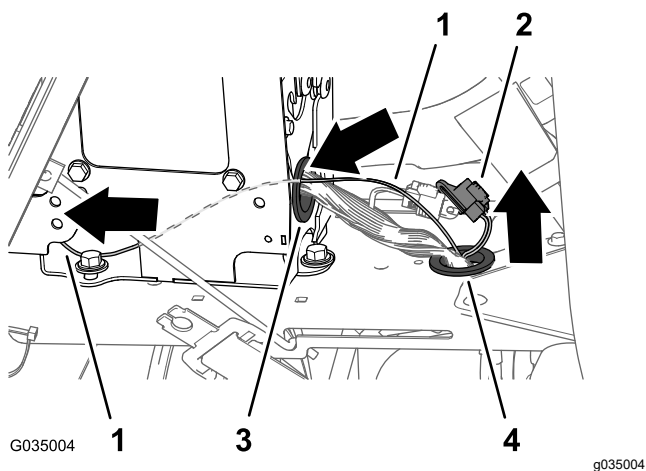

Figura 114
4. Enrute la rama de 81 cm (32") del arnés de cables trasero junto al arnés de cables delantero y hacia arriba por el anillo de goma del hueco de la consola (Figura 114).
5. Enrute la rama de 81 cm (32") del arnés de cables trasero hacia adelante por el arnés de cables delantero y a través del anillo de goma de la parte trasera de la consola central (Figura 114).